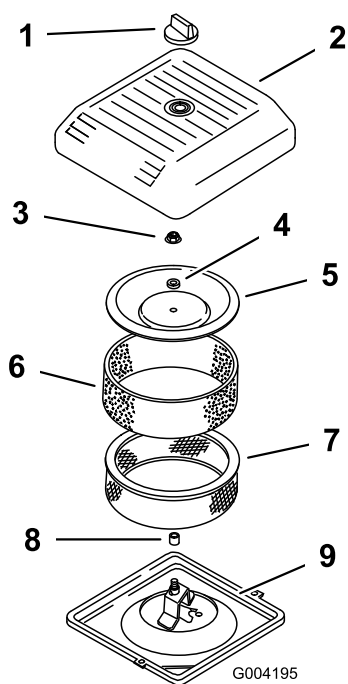

Figure 44
3. Dévissez le bouton et déposez le couvercle du filtre à air (Figure 44).
- Posez le filtre à air sur sa base (Figure 44).
- Montez le couvercle de protection sans oublier l'entretoise, et fixez-le avec l'écrou (Figure 44). Serrez l'écrou à 11 N·m.
- Remettez le couvercle du filtre à air et fixez-le à l'aide du bouton (Figure 44).